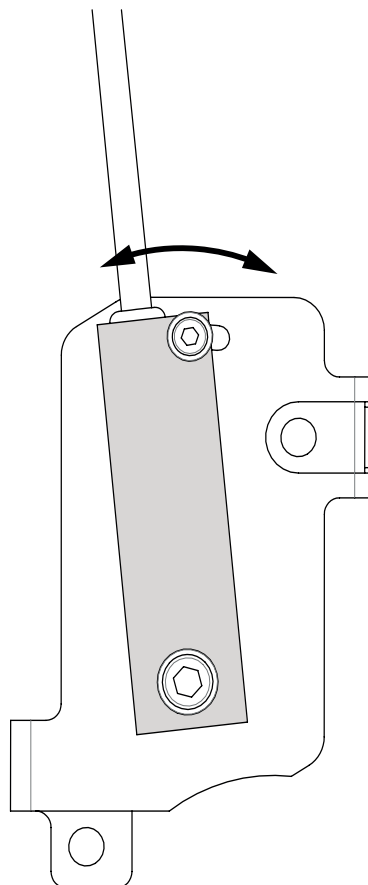

Abb. 39. Einstellen des Winkelsensors.
2. Wenn der Winkel -10 Grad nicht entspricht: Die beiden Schrauben, mit denen der IMF-Winkelsensor befestigt ist, lösen, ohne sie zu entfernen. Siehe Abb. 39
3. Den Winkelsensor justieren und die Schrauben anziehen. Siehe Abb. 39. Punkt 1 bis 3 wiederholen, bis die Plattform bei -10 Grad stoppt.